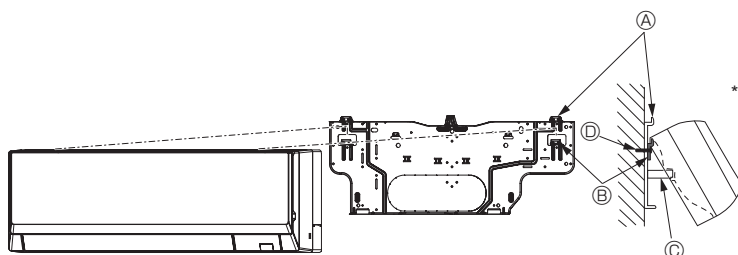

Fig. 3-12
- Якщо внутрішній блок не можна повісити й підняти за допомогою звичайного гачка (розмір 2.1. Ⓢ (зазор між стелею та пристроєм) становить 75 мм або менше), слід повісити блок на нижній гачок для лівої труби. (Fig. 3-12)
(Fig. 3-12)